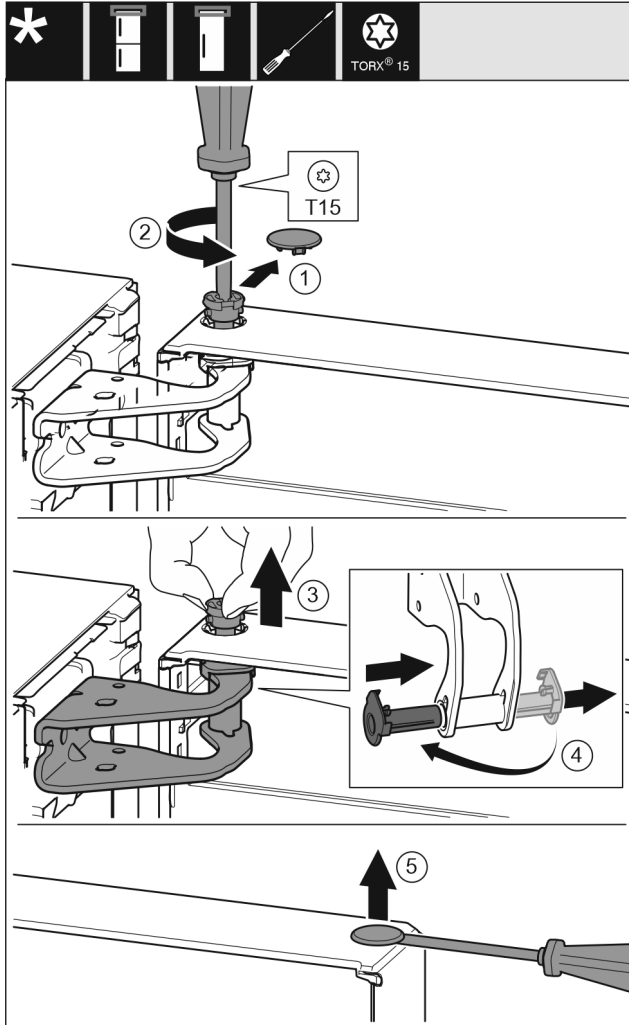

Fig. 7
- ▶ Desenroscar un poco el perno con el destornillador T15. *Fig. 7 (2)*
- ▶ Sujetar la puerta y extraer el perno con los dedos. *Fig. 7 (3)*
- ▶ Extraer el casquillo de apoyo de la guía. Introducirlo y encajarlo desde el otro lado. *Fig. 7 (4)*
- ▶ Levantar cuidadosamente el tapón del casquillo de apoyo de la puerta con un destornillador para tornillos de cabeza ranurada y extraerlo. *Fig. 7 (5)*